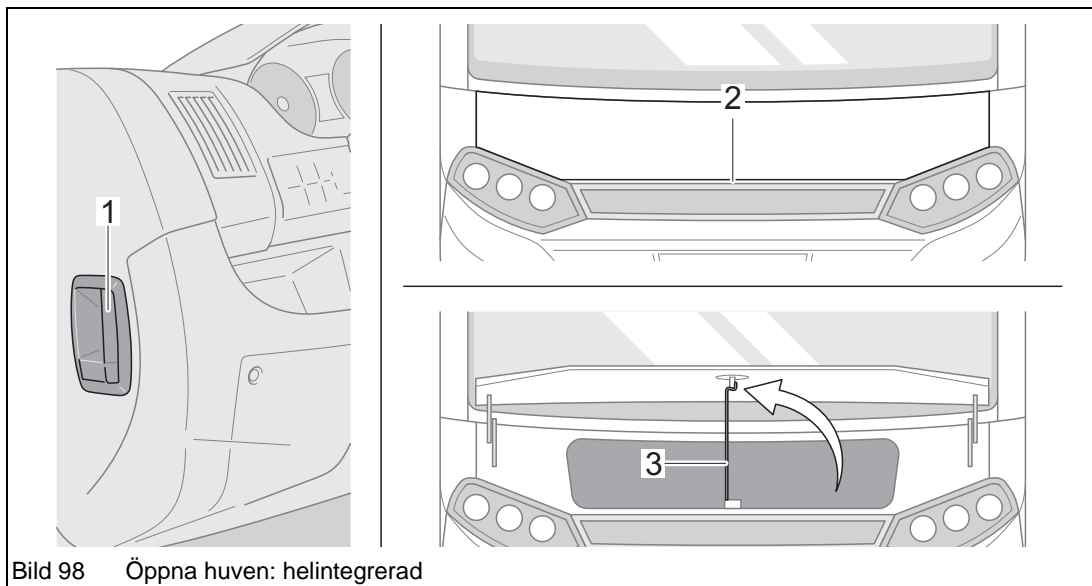

Bild 98 Öppna huven: helintegrerad
- Öppna motorhuvsspärren med spärrhandtaget (Bild 98/1) i förarhytten.
- Tryck på säkerhetsspärren (Bild 98/2) i mitten av motorhuvens framkant. Öppna motorhuvens och säkra den i öppet läge med stödet (Bild 98/3).